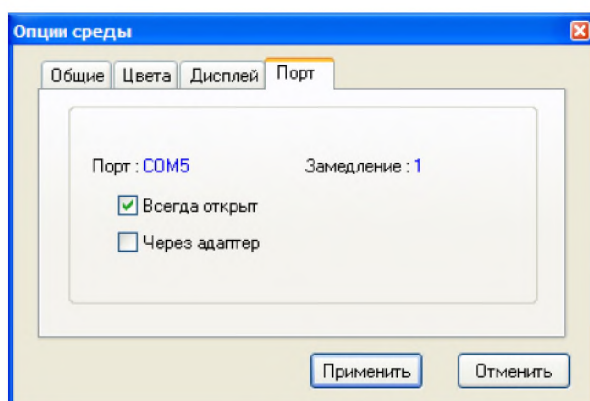

Рис. 4.1
7. Настроить программу Algorithm Builder для работы с данным СОМ портом ОПЦИИ-ОПЦИИ СРЕДЫ-ПОРТ рис. 4.1.